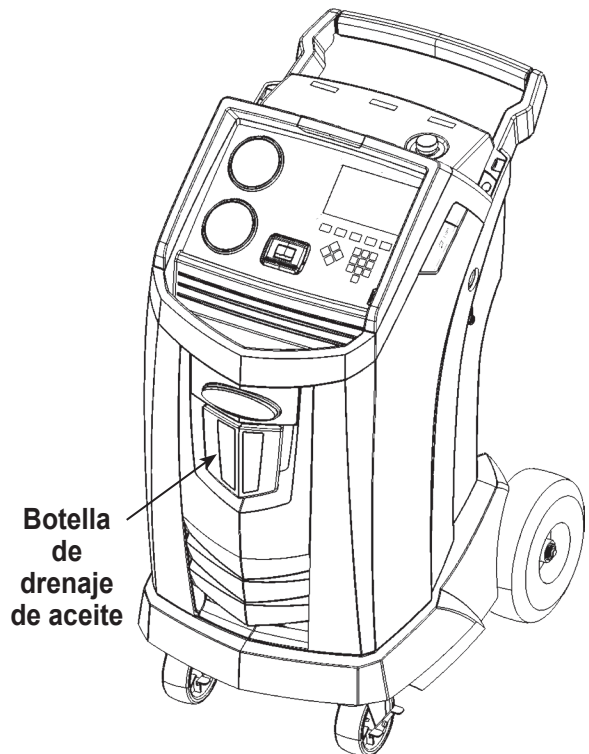

Figura 7
3. Retire la botella de drenaje de aceite (vea la Figura 7) de la máquina Robinair. Vacíe la botella de aceite y deseche el aceite de acuerdo con la normativas aplicables. Vuelva a instalar la botella de drenaje de aceite en la máquina.